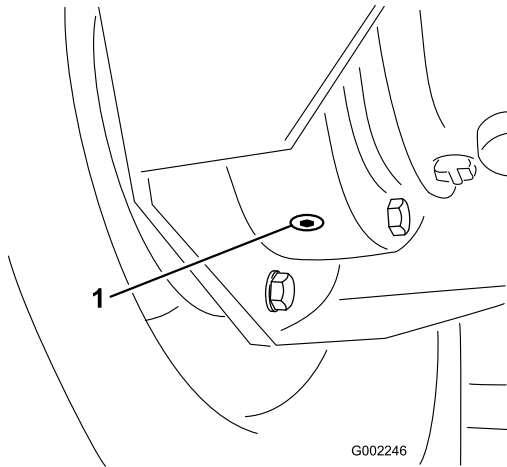

Bild 82
4. Stellen Sie eine Wanne unter die innere Ablassschraube am Bremsgehäuse und nehmen Sie sie ab (Bild 82).